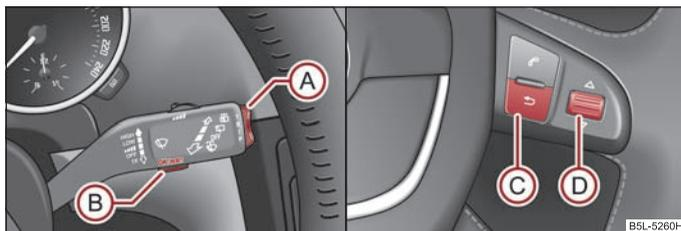

Fig. 20 Display informativo: elementi di comando sulla leva del tergicristallo / elementi di comando sul volante multifunzione
- Il **Main menu (menu principale)** si attiva premendo il tasto a bilico **(A)** ⇒ fig. 20 per più di 1 secondo.